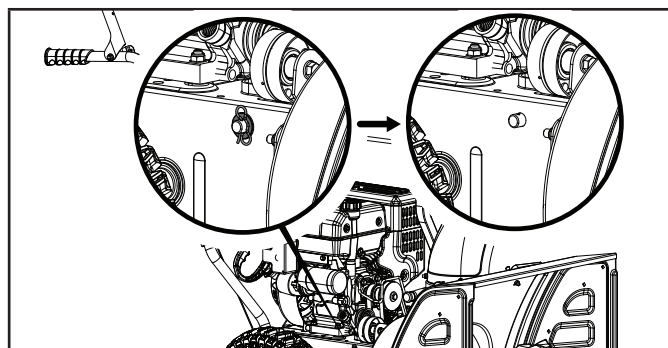
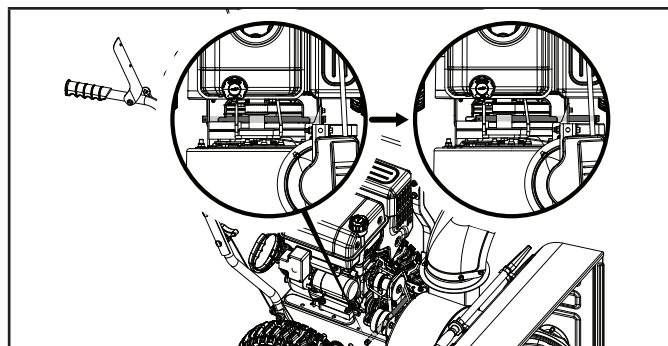

Figure 24B
Figure 24C
2. Retirez la goupille de blocage et la rondelle (figure 24B), tirez sur la tige de support de l'autre côté de la souffleuse à neige. (figure 24C)